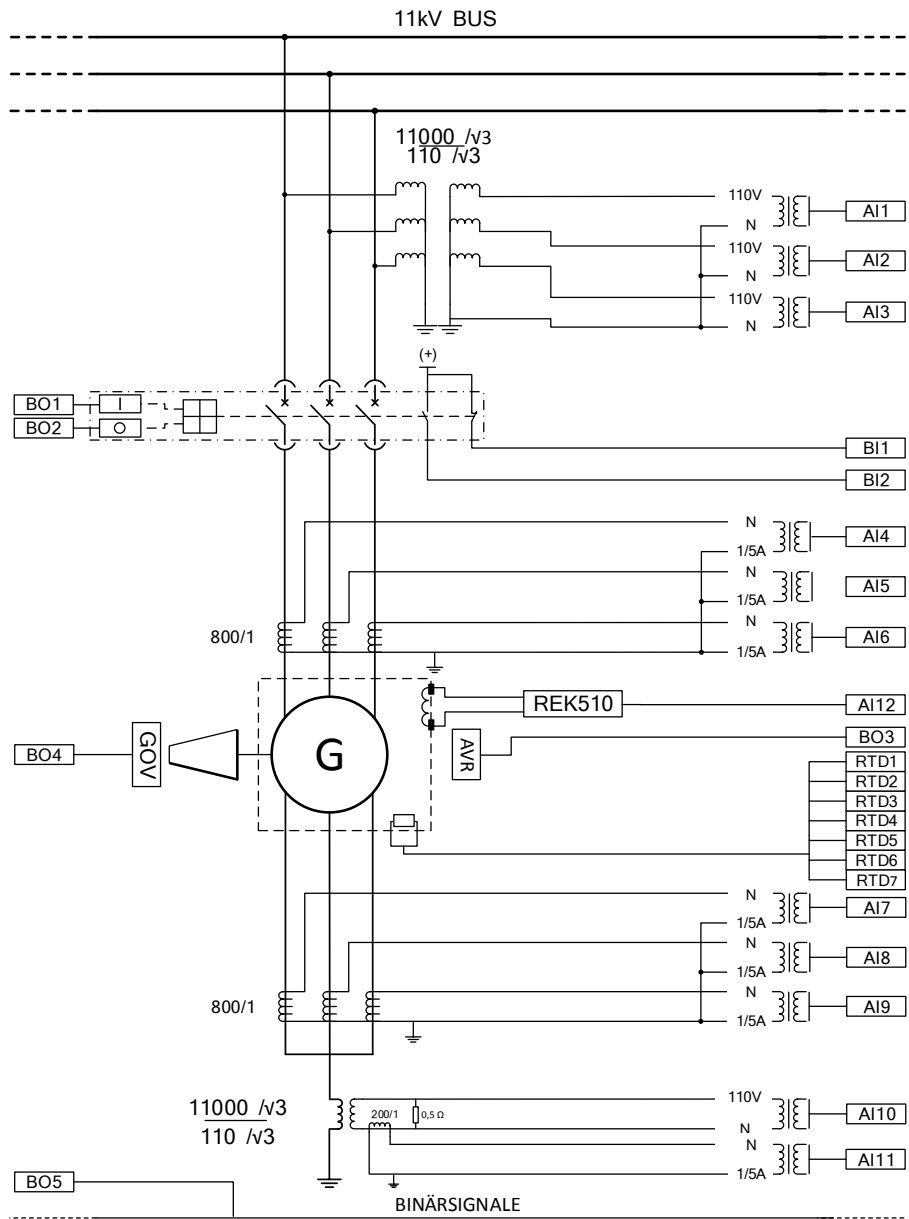

Abb. 95: Relais-Schnittstellen, Stromwandler-, Spannungswandler- und RTD-Anschlüsse für den Generator im Beispielfall.
Abbildung 95 zeigt die Anschlussdetails der Analogeingänge (AI), Binäreingänge (BI), Binärausgänge (BO) und des RTD-Eingangs des Relais. Die erforderlichen CT- und VT-Anschlüsse für einen umfassenden Generatorschutz im Beispielfall werden ebenfalls gezeigt.